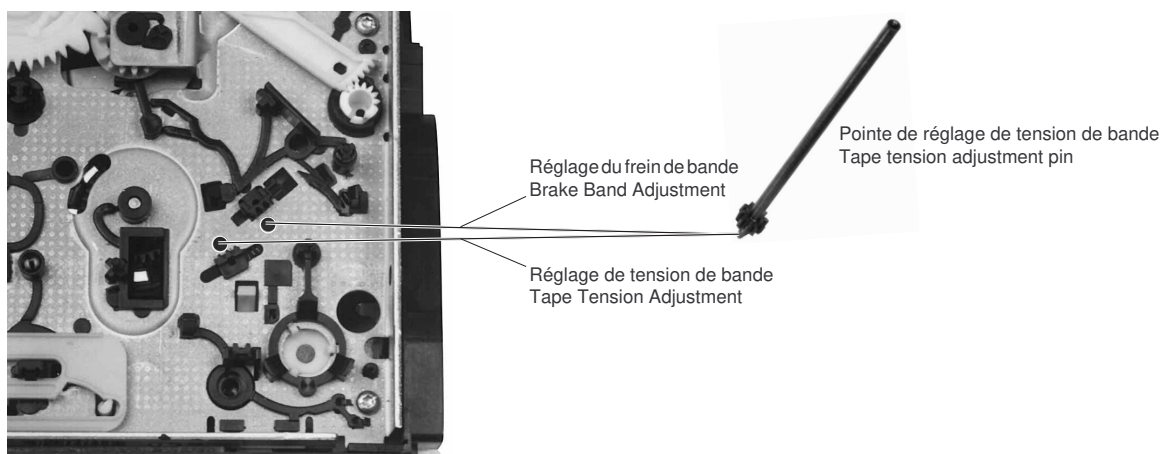
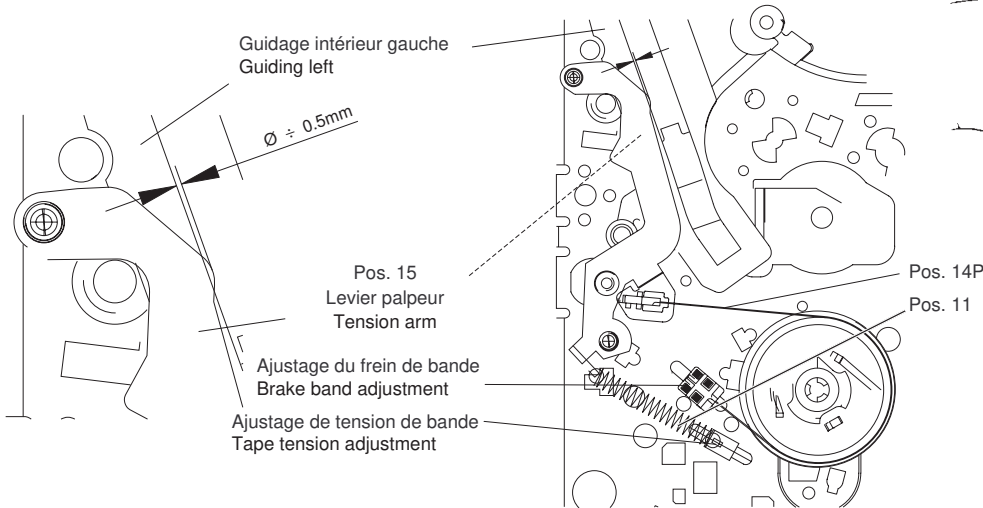

Fig. 26
Fig. 27
- A l'aide de l'outil de réglage (par dessous, Fig. 26), régler le frein (Fig. 27, Pos. 14P) de telle sorte que le bras du palpeur de tension de bande (Pos. 15) se superpose avec l'arrête de guidage intérieure gauche du rail de gauche (Fig. 27).
- A l'aide de l'outil de réglage, régler le ressort (Fig. 27, Pos. 11) sur une traction de bande de  $0,24N \pm 0,02N$  ( $24g \pm 2g$ ).
- Adjust the brake band (Fig. 27, Pos. 14P) by means of the tape tension adjusting tool (from the underside of the tape deck, Fig. 26) so that the edge of the elbow of the tape tension arm (Pos. 15) overlaps with the left inner edge of the left guide (see Fig. 27).
- Adjust the spring (Fig. 27, Pos. 11) to a tape tension of  $0.24N \pm 0.02N$  ( $24g \pm 2g$ ) by means of the tape tension adjustment tool.